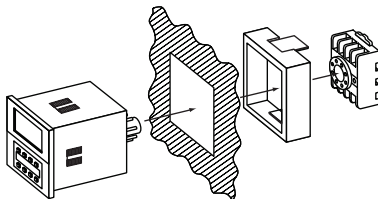

Рисунок 10. Монтаж реле PB4 в вырез в крышке щитка 45x45мм
- в вырез в крышке щитка 45x45 мм для PB4 (см. рисунок 10)